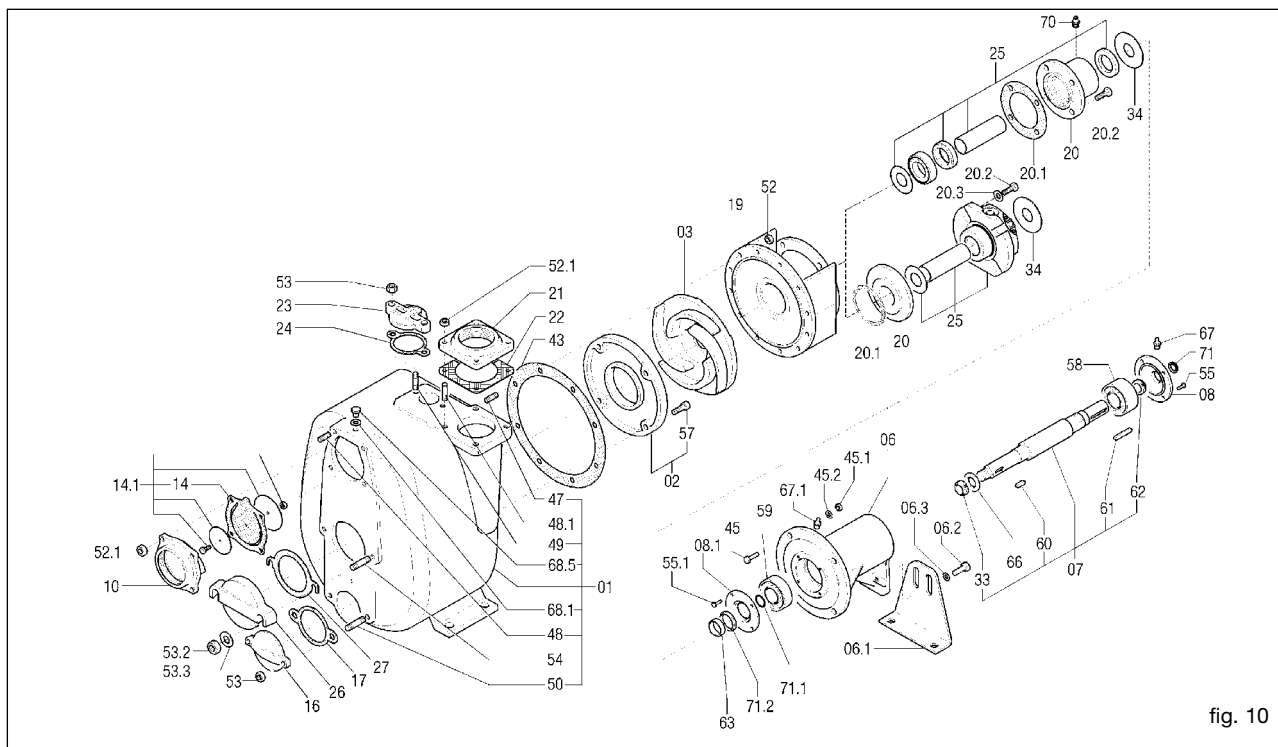
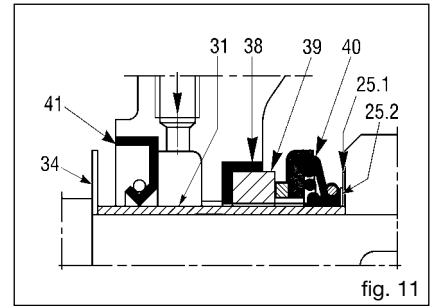
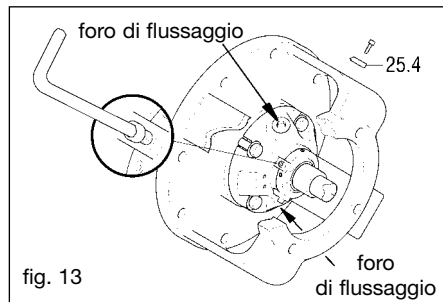

fig. 10
fig. 11
fig. 13
La tubazione di aspirazione deve avere un diametro uguale a quello della bocca di aspirazione della pompa (per diametri superiori consultare la Varisco). Evitare, se possibile, curve, gomiti o strozzature che possano limitare l'afflusso di liquido alla pompa. Non montare la valvola di fondo: la pompa è provvista di valvola di non ritorno (14) (fig. 10) incorporata.
A titolo esemplificativo si riporta un disegno di esploso (fig. 10).
13.2 Sostituzione della girante (fig. 10)
- Svitare i dadi (52) e rimuovere il corpo pompa, cercando di non danneggiare la guarnizione (43).
- Bloccare la girante (03) e svitare il dado autobloccante (33).
- Sostituire eventualmente la guarnizione (43).
13.3 Sostituzione del piatto d'usura (fig. 10)
- Svitare i dadi (52) e rimuovere il corpo pompa cercando di non danneggiare la guarnizione (43);
- Svitare le viti a testa con esagono incassato (57)
- Rimuovere e sostituire il piatto d'usura (02)
- Sostituire eventualmente la guarnizione (43)
13.4 Sostituzione della valvola (fig. 10)
- Svitare i dadi (52) (fig. 10) e rimuovere il corpo pompa, cercando di non danneggiare la guarnizione (43).
- Bloccare la girante (03) e togliere il dado autobloccante (33).
- Fissare i posizionatori (25.4) di blocco della tenuta nelle apposite sedi (fig. 13).
- Togliere i posizionatori (25.4) (fig. 13) di blocco tenuta e fissarli sugli appositi fori della flangia per un riutilizzo in fase di smontaggio.
Per ottenere ciò le quote A e B di fig. 17, 18, 20, 21 devono risultare il più possibile uguali. A tale scopo si usano gli anelli di compensazione (25.2) (fig. 11) forniti con la tenuta di ricambio. Tali anelli servono a spostare in avanti la girante nel caso venga a trovarsi troppo distante dal piatto di usura frontale o troppo vicina a quello posteriore (quando previsto). Gli anelli di compensazione vanno montati tra l'anello sostieni tenuta (25.1) (fig. 11) e la girante. Ulteriori aggiustamenti possono essere fatti con le guarnizioni corpo e piatto posteriore. L'interposizione della guarnizione (43) (fig. 10) di spessore 0,5 mm determina la distanza richiesta (fig. 19).
13.8 Manutenzione dei cuscinetti (fig. 10)